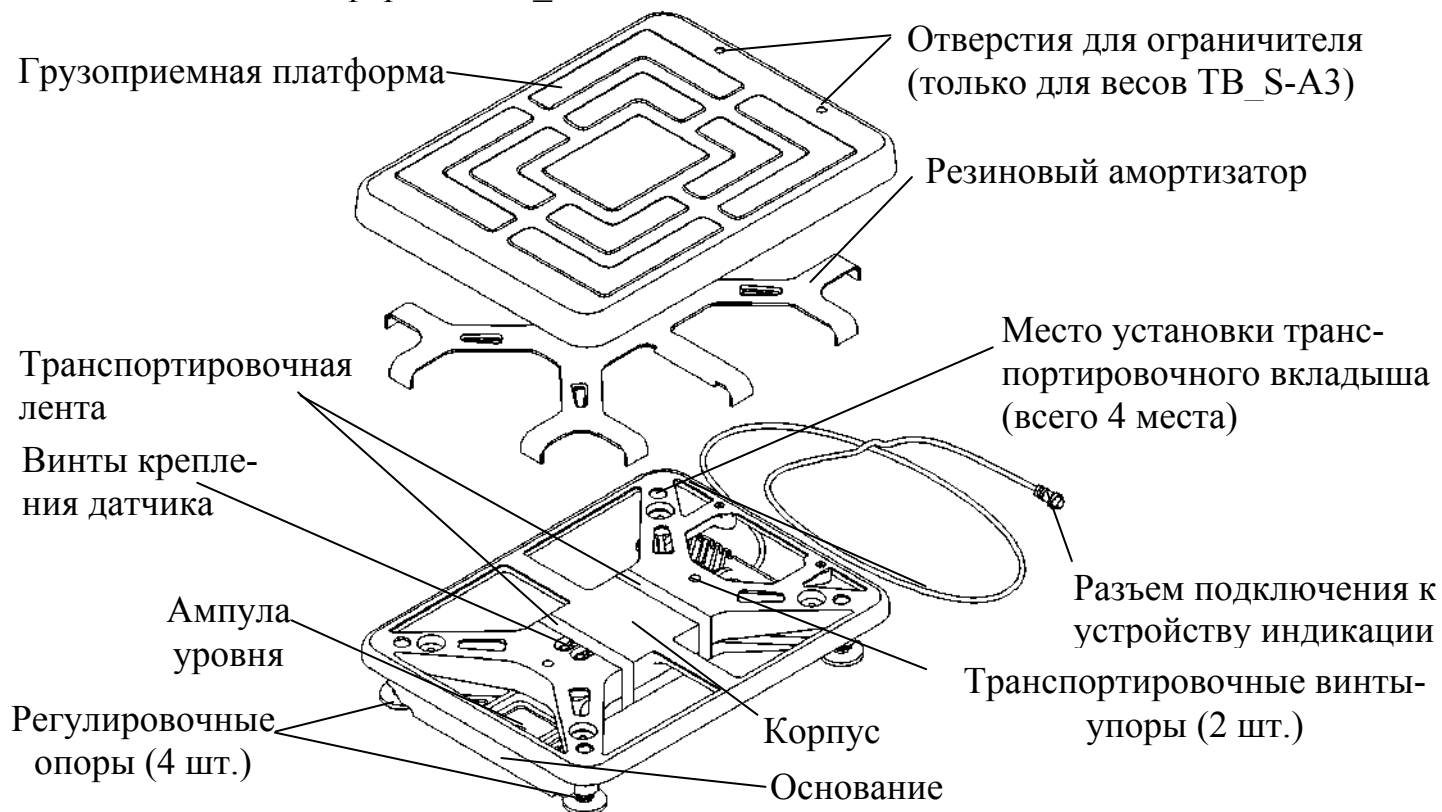

Рисунок 5.2 - Весовая платформа ТВ-S_A
6.1.4 В весовой платформе ТВ-S_A (рисунок 5.2) срезать и удалить транспортировочную ленту и вывернуть два транспортировочных винта-упора, вращая их только против часовой стрелки.